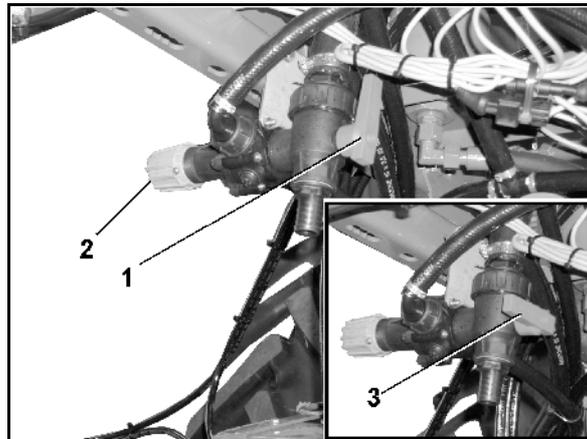

Fig. 86
- der DUS-Umschalthehn (Fig. 86/1).
- das DUS-Druck-Begrenzungs-Ventil (Fig. 86/2). Das DUS-Druck-Begrenzungs-Ventil ist werkseitig fest eingestellt und reduziert den Druck im Druck-Umlauf-System auf 1 bar.
Befindet sich der DUS-Umschalthehn in Position (Fig. 86/1), ist das Druck-Umlauf-System eingeschaltet.
Befindet sich der DUS-Umschalthehn in Position (Fig. 86/3), ist das Druck-Umlauf-System ausgeschaltet.